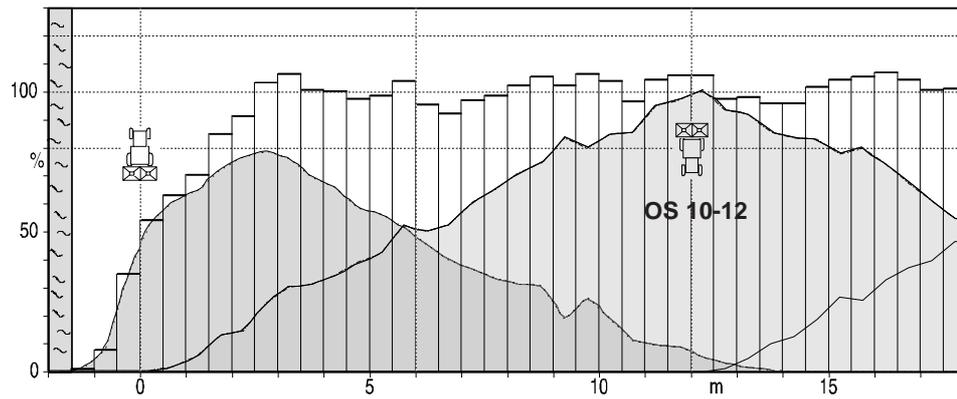

Fig. 4.4
Para el OS 10-18 la anchura de lanzamiento es de unos 36 m (comparar con la fig. 4.4). De este modo se obtienen zonas de amplio recubrimiento de 15, 16 y 18 m, que son muy favorables para una distribución uniforme del abono. Para anchuras de trabajo de 10 y 12 m, puede no resultar conveniente esta anchura de lanzamiento, especialmente si se utiliza la pantalla limitadora.
**Dado que el reglamento de abonado mencionado no está permitido lanzar abono más allá del límite de la parcela**, es únicamente posible cumplir la normativa para los casos arriba indicados utilizando los discos OS 10-12 (ver fig. 4.4).